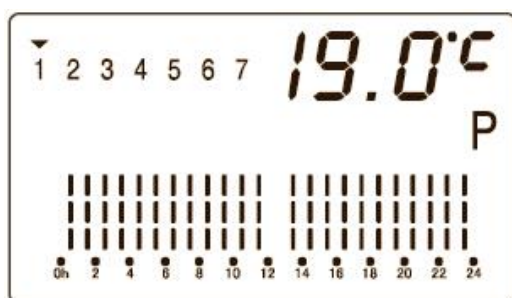

Fig. 13
2. Appuyez brièvement sur la touche Mode jusqu'à ce que l'écran affiche le mode Programmation hebdomadaire personnalisée (Voir Fig.13).